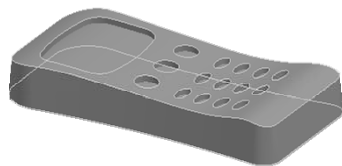

图 5-71 打开模型文件
2) 单击“打开”对话框中的“打开”按钮, 将该文件打开, 如图 5-71 所示。